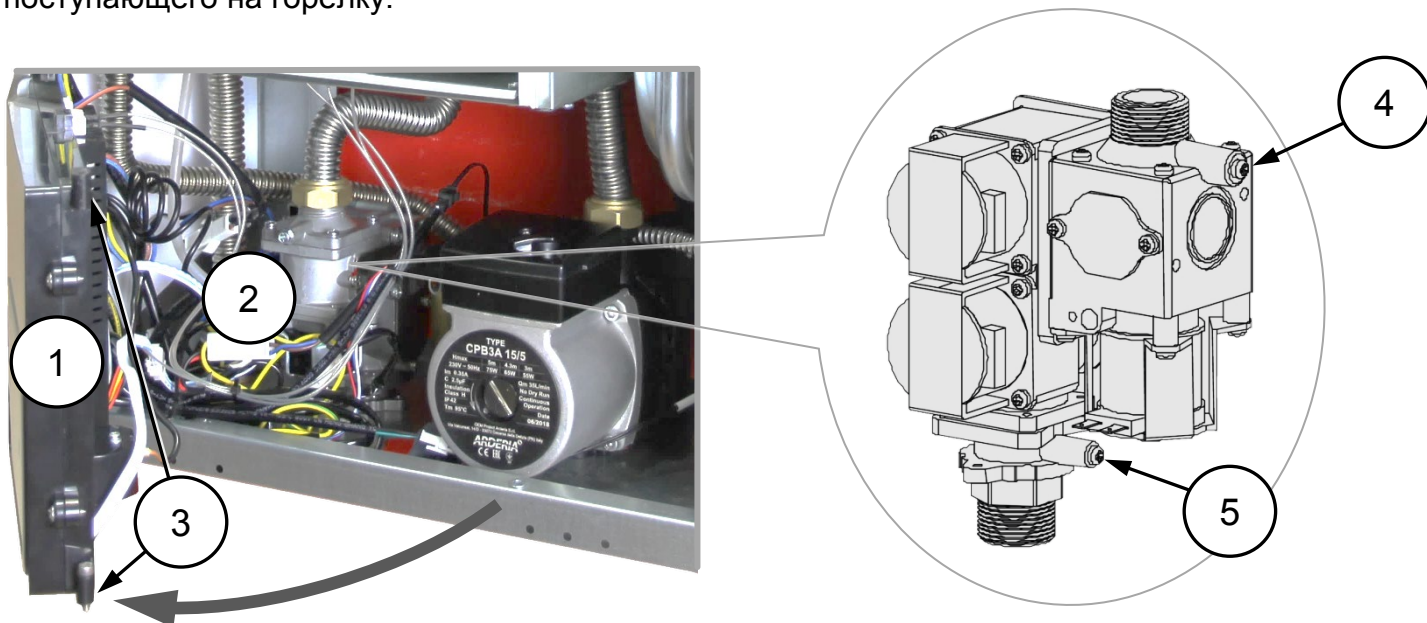

Рис. 38 Настройка давления газа
3. Выкрутить винты крепления блока контроля и управления котлом (PCB - Power Control Block) с правой стороны (снизу и сверху) и потянув на себя повернуть блок по часовой стрелке (См. Рис. 38);